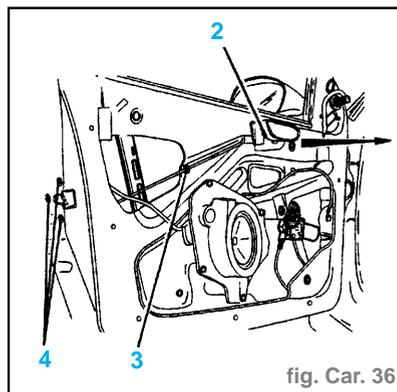
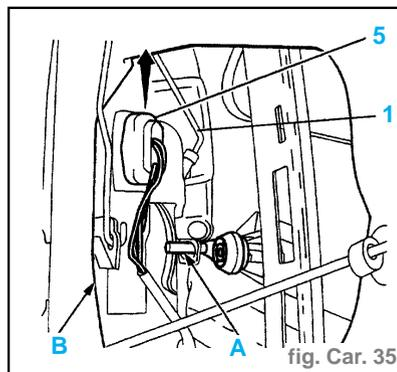

fig. Car. 36
fig. Car. 35
- Dégrafer la tringle (1) de liaison sur la poignée extérieure (fig. Car. 35).
- Déposer la commande intérieure (2) en tirant la poignée vers les charnières (fig. Car. 36).
- Déverrouiller l'agrafe (3).
- Déposer les fixations (4).
- Déverrouiller la connexion électrique (5) (fig. Car. 35).